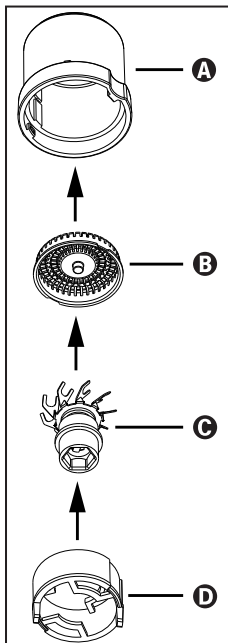

Abb. 1
- 5) Zum Zusammenbau führen Sie die Scherkopfabdeckung **B** so in das Rasierkopfgehäuse **A** ein, dass die Einkerbungen am Rand der Scherkopfabdeckung **B** in die Arretierungen im Innern des Rasierkopfgehäuses **A** gleiten (siehe Abb. 1).
- 7) Schieben Sie das Zwischenstück **D** in das Rasierkopfgehäuse **A**. Die hervorstechenden Abstandshalter des Zwischenstücks **D** müssen dabei zu Ihnen weisen (siehe Abb. 1). Achten Sie dabei darauf, dass die Einkerbungen am Rand des Zwischenstücks **D** in die Arretierungen im Innern des Rasierkopfgehäuses **A** gleiten.